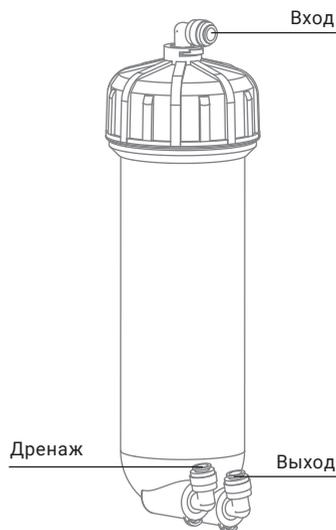

Рис. 19
6. Подключите пластиковые трубки к корпусу мембраны (см. раздел «Присоединение гибких трубок»), соблюдая последовательность их подключения к корпусу (вход/выход/дренаж) (рис. 19). Каждую стопорную клипсу зафиксируйте на цанге, с которой она была снята.